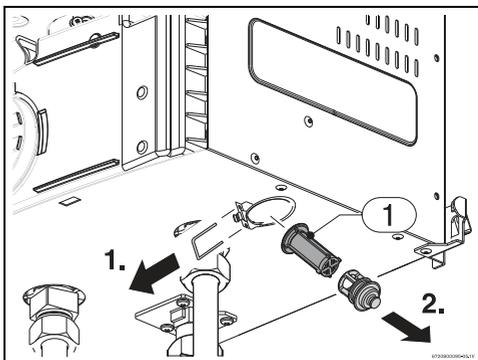

Рис. 47
- ▶ Прочистите водяной фильтр. Рис. 47 .